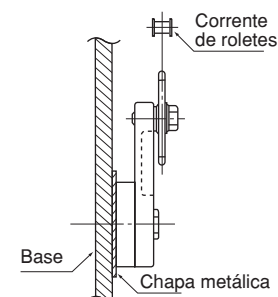

Fig. 3 Posição do tensionador (lateral)
- 4) Regule com uma chapa metálica, conforme apresentado na Fig. 3, para que os centros da corrente de roletes e a polia tensionadora estejam alinhados.